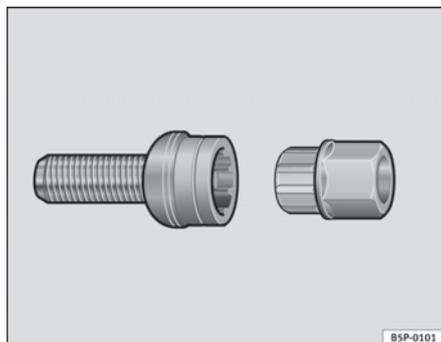

Fig. 160 Tornillo antirrobo de la rueda
- Coloque el adaptador hasta el tope en el tornillo antirrobo de la rueda ⇒ **fig. 160**.